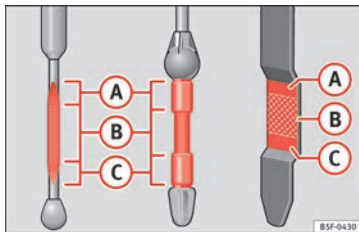

Abb. 238 Ölmesstab
Liegt der Ölstand über dem Bereich **» Abb. 238 (A)**, starten Sie den Motor bitte nicht. Dies könnte zu einer Beschädigung des Motors und des Katalysators führen. Wenden Sie sich an einen Fachbetrieb.
Liegt der Ölstand über dem Bereich »» Abb. 238 (A), starten Sie den Motor bitte nicht. Dies könnte zu einer Beschädigung des Motors und des Katalysators führen. Wenden Sie sich an einen Fachbetrieb.
Der Ölstand darf keinesfalls oberhalb des Bereichs »» Abb. 238 (A) liegen. Andernfalls kann Öl über die Kurbelgehäuseentlüftung angesaugt werden, und durch die Abgasanlage in die Atmosphäre gelangen.